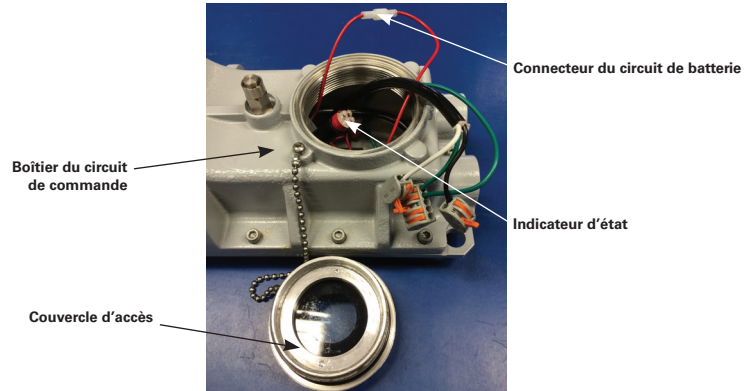

Figure 7
- Dévisser le couvercle d'accès au câblage (voir la figure 7) et le laisser pendre au bout du cordon. Tous les composants du luminaire d'urgence sont précâblés, de sorte qu'il ne reste qu'à brancher l'alimentation aux fils (ou aux bornes) en suivant le schéma de câblage (voir la figure 9) et en respectant les méthodes conformes à tous les codes inutilisés. Raccorder d'abord le conducteur de mise à la terre (vert) de l'équipement, puis le courant (blanc) et la tension composée (noir). Serrer tous les raccordements électriques. Remarque – Les ouvertures standard NPT sont de 1,9 cm (3/4 po).